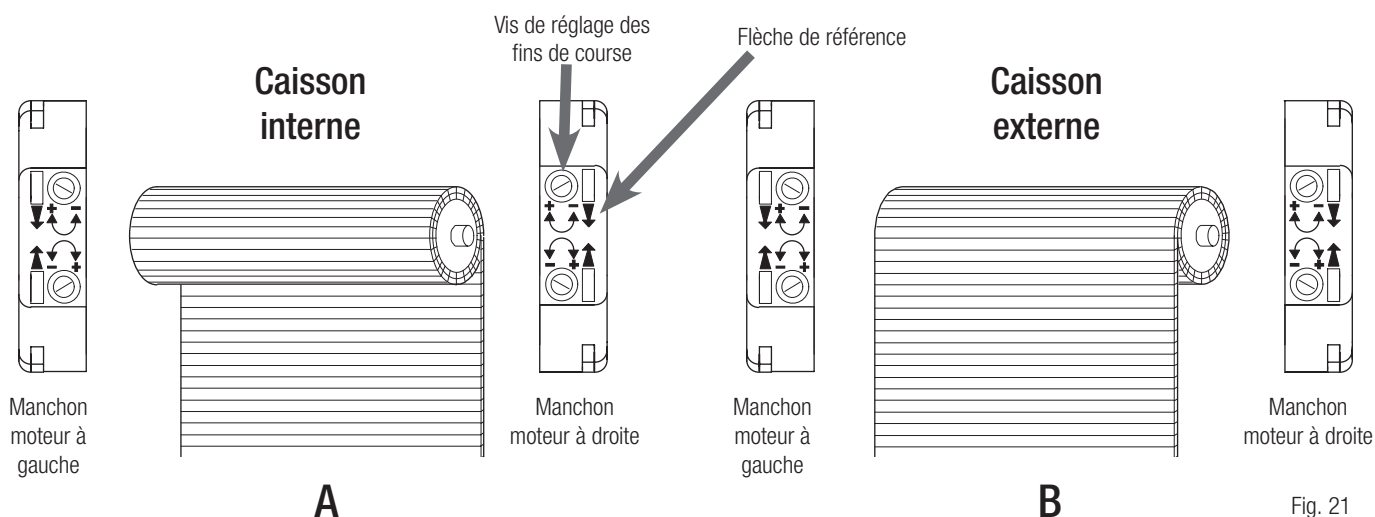

Fig. 21
9.2 CONFIGURATION AVEC CAISSON INTERNE (Fig. 21 réf. A)
9.3 CONFIGURATION AVEC CAISSON EXTERNE (Fig. 21 réf. B)